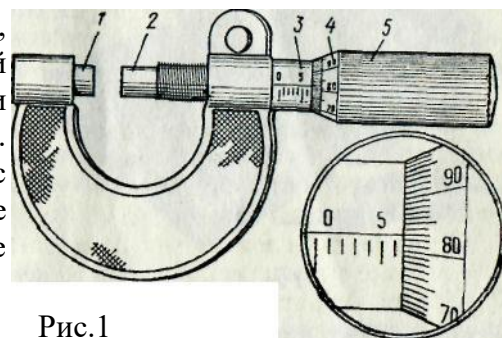

Рис.1
1. *Микрометр* (рис. 1) состоит из упора 1, микрометрического винта 2, неподвижной втулки 3 со шкалой в миллиметрах, головки винта 5 со шкалой 4. При измерении микрометром предмет помещают между упором и винтом. Вращая винт за головку, доводят его до соприкосновения с предметом. Затем по шкале 3 отсчитывают целые миллиметры, а по шкале головки винта — десятые и сотые доли миллиметра.